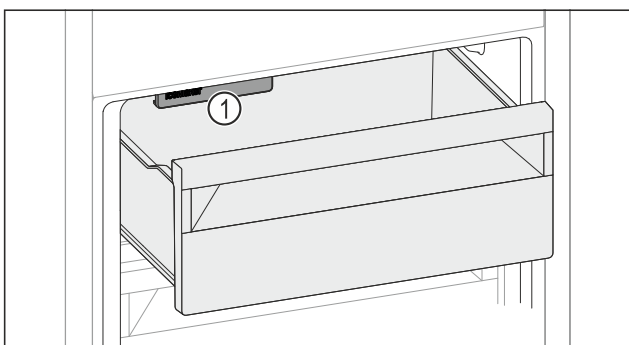

Fig. 101
- ▶ Слідкувати за функцією IceMaker Fig. 101 (1).